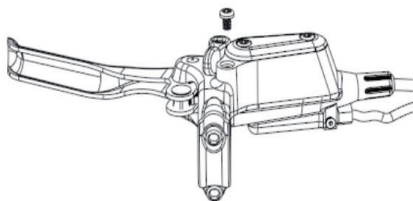
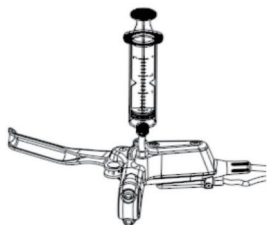

Fig. 5-1 Extracción del tornillo de aceite del freno de disco
Fig. 5-2 Cuerpo principal del freno de disco con kit de llenado de aceite
- ① Coloque la ranura de aceite del freno de disco paralela al suelo y, a continuación, utilice una llave métrica T15 para extraer el tornillo de sellado de la ranura de aceite y bloquearlo en la boquilla de entrada de aceite M6 (como se muestra en la Fig. 5-1).
- ② Inserte la manguera transparente en el extremo superior de la boquilla de entrada M6 y conecte el otro extremo de la manguera a una manguera de plástico.
- ③ Aspire la cantidad adecuada de líquido de frenos del depósito con la manguera transparente conectada con la jeringa de llenado de aceite, tenga en cuenta que no debe haber burbujas de aire en la manguera, y luego póngala en la boquilla de llenado de aceite del cuerpo principal superior (como se muestra en la Fig. 5-2).